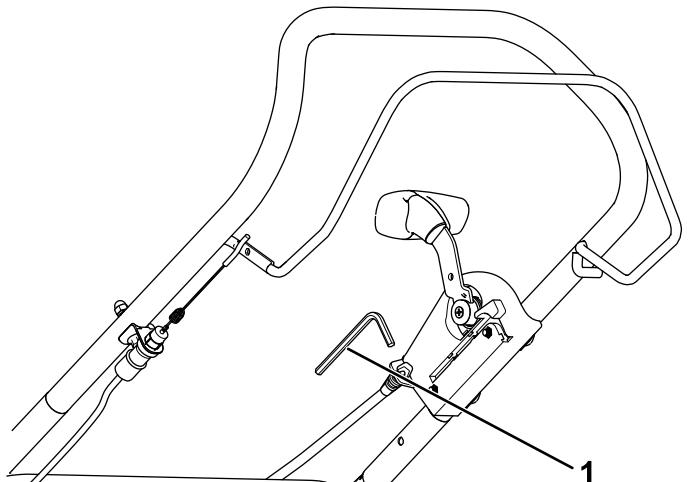

Figura 18
- Remova a chave sextavada do conjunto da alavanca de transporte (Figura 18).